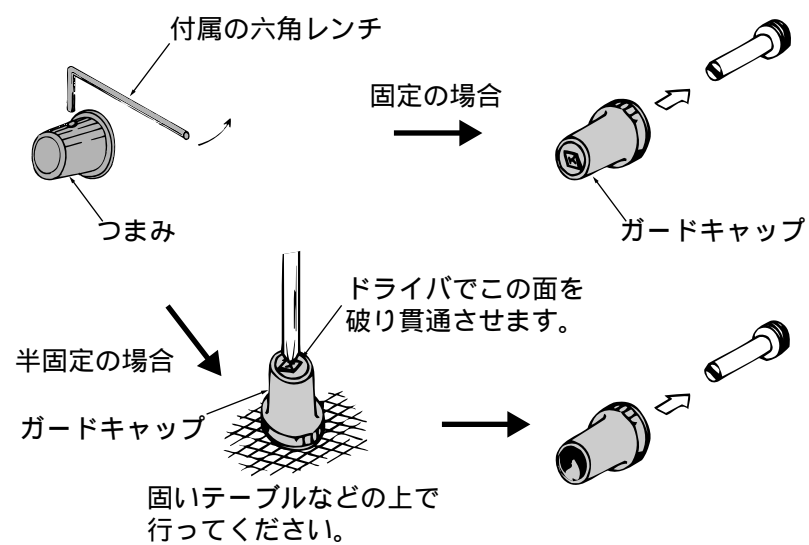

図3-4 ガードキャップの取り付け
5. 図3-4のようにプラスドライバなどでガードキャップを貫通させます。